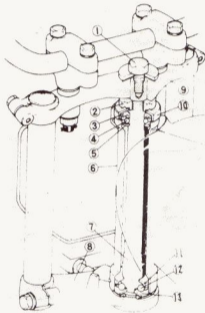

Bild 178
- Die unterste Lagerschale (Teil 1 in Bild 177) kann erst montiert werden, wenn die Dichtung (Teil 2) aufgelegt wurde. Aus Bild 178 geht die Einbaurichtung dieser Dichtung hervor. Heizt man die Lagerschale vor ihrem Einbau auf etwa 110°C auf, fällt sie in der Regel von selbst bis auf ihren Sitz herunter. Gelingt das nicht, benutzt man das Werkzeug nach Bild 56.20 zum Nachsetzen. Das Aufheizen der Lagerschale erfolgt entweder im Ölbad oder flach aufliegend auf einer elektrischen Kochplatte. Eine direkte Flamme von Lötflamme oder Schweißbrenner ist abzulehnen.